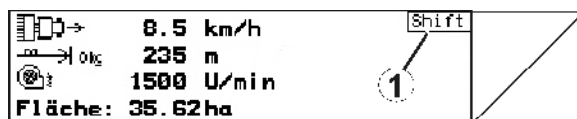

Fig. 10
- Si la touche Shift est active, vous le voyez à l'écran (Fig. 10/1).